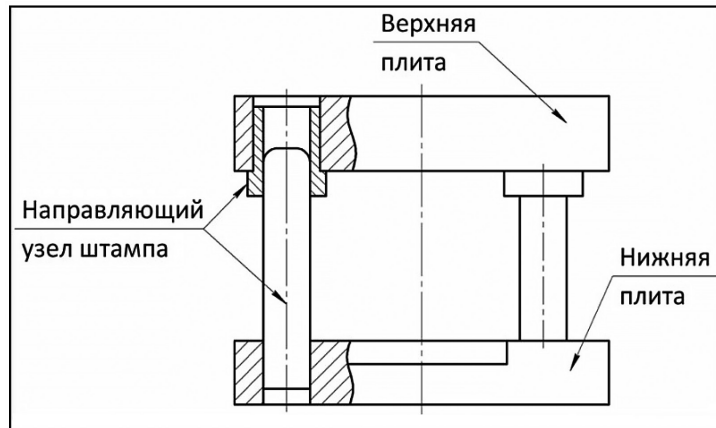

Рис. 7.1. Схема простейшего блока штампа
- Блоком штампа называется узел, содержащий верхнюю, нижнюю плиту и элементы направляющих. Он предназначен для крепления пакета штампа и (или) совмещения рабочих элементов при штамповке. Блоки штампов характеризуются расположением направляющих элементов (диагональное, осевое, заднее расположения) и числом их пар. Схема простейшего блока, состоящего из верхней и нижней плит, двух направляющих колонок и двух направляющих втулок, показана на рис. 7.1.